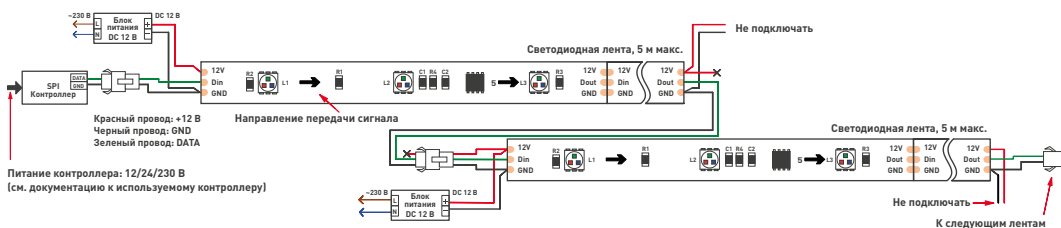
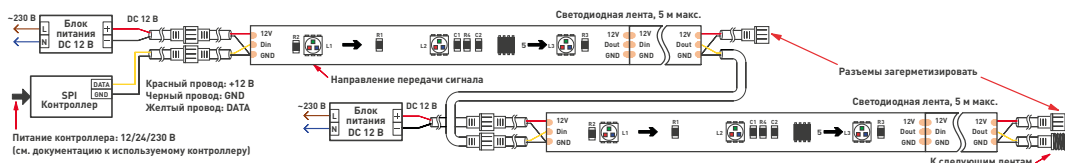

Рис. 1. Схема подключения ленты SPI-5000 и SPI-5000SE
Рис. 2. Схема подключения ленты SPI-5000P и SPI-5000PGS
- Подключите ленту по схеме рис. 1 или рис. 2 в соответствии с типом ленты, соблюдая полярность и маркировку проводов. При подключении лент и соединении отрезков учитывайте направление передачи цифрового сигнала, указанное стрелкой на ленте. Вход сигнала управления имеет обозначение «Din», выход — «Dout». Для подключения используйте коннекторы из комплекта поставки. Руководствуйтесь маркировкой, нанесенной на ленту (см. таблицу), маркировкой на контроллере и информацией, приведенной на рис. 3 и рис. 4.
- Подключите ленту согласно используемой схеме (рис. 1 или рис. 2), соблюдая полярность.